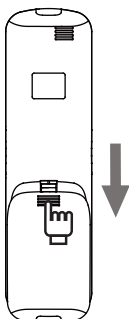

Abbildung 2.6
1) Schieben Sie die Abdeckung der Batterien auf der Rückseite der Fernbedienung in Pfeilrichtung (Abbildung 2.6);